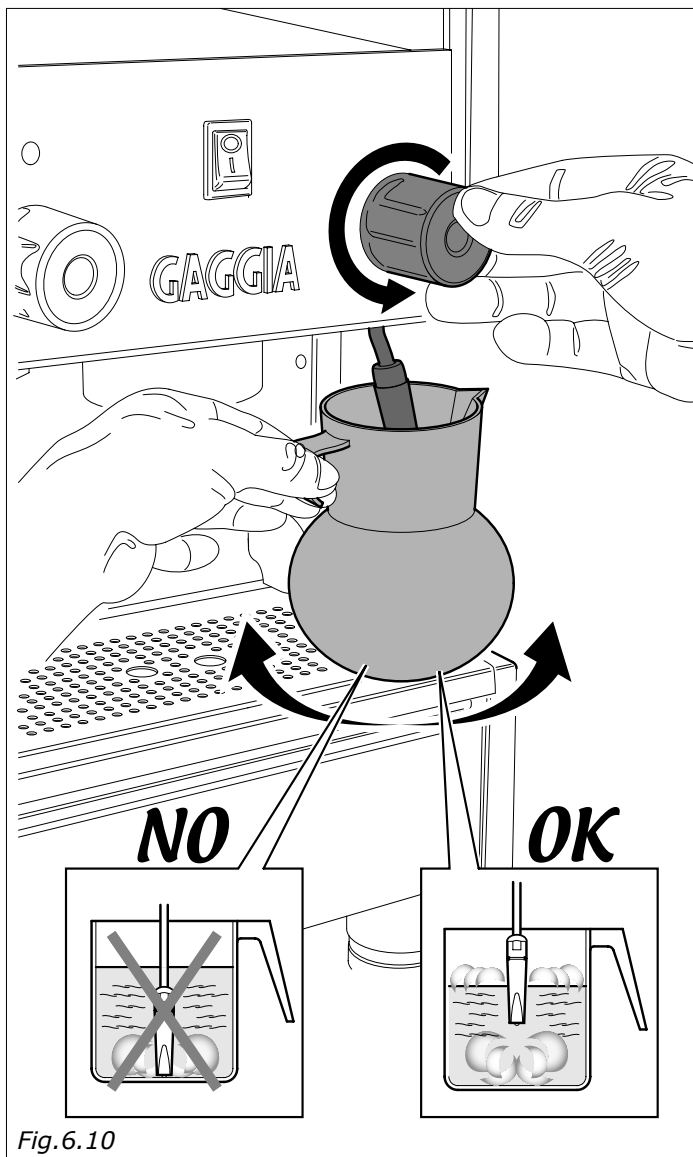

Fig.6.10
- Pongan un jarro lleno a mitad con leche fría por debajo de la boca del vapor (Fig.6.10).
- Giren lentamente la empuñadura del grifo (Fig.6.10) en sentido antihorario para que salga el vapor.